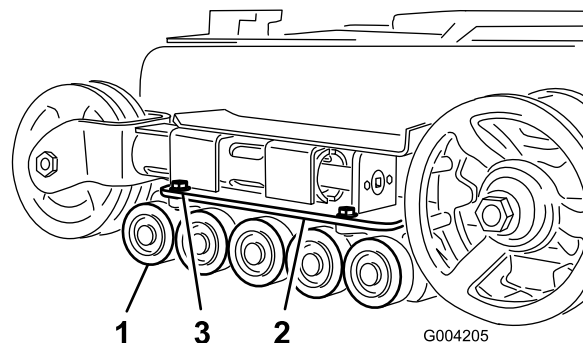

Figura 44
2. Retire los 4 pernos que sujetan cada guía de oruga inferior, que contienen las ruedas de rodaje, y retírelas (Figura 44).